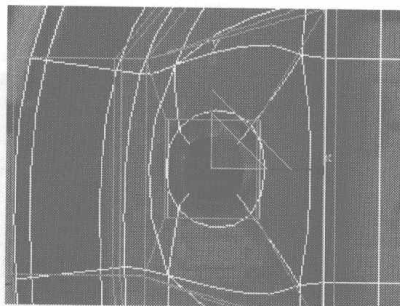
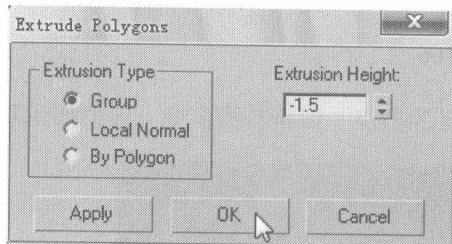
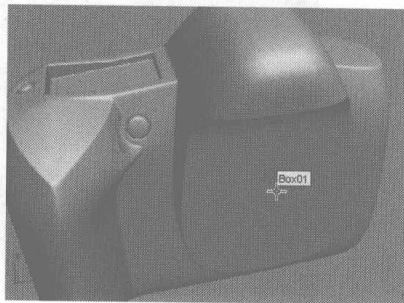

图 6.101
图 6.102
图 6.104
- 07** 选择液晶屏灯光按钮处的面，如图 6.101 所示，在 Edit Polygons 卷展栏中单击 **Extrude** 右侧的小按钮，在弹出的对话框中设置挤压参数，如图 6.102 所示，将此命令执行两次；再单击 **Bevel** 右侧的小按钮，在弹出的对话框中设置倒角参数，如图 6.103 所示，效果如图 6.104 所示。